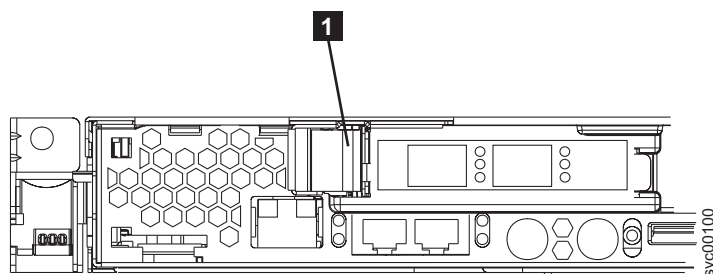

図 176. SAN ボリューム・コントローラー 2145-8F2 または SAN ボリューム・コントローラー 2145-8F4 PCI スロット 1 カード・リテーナー
- a. 図 176 に示すように、青色の PCI カード・リテーナー **1** をノードの背面から引き出します。